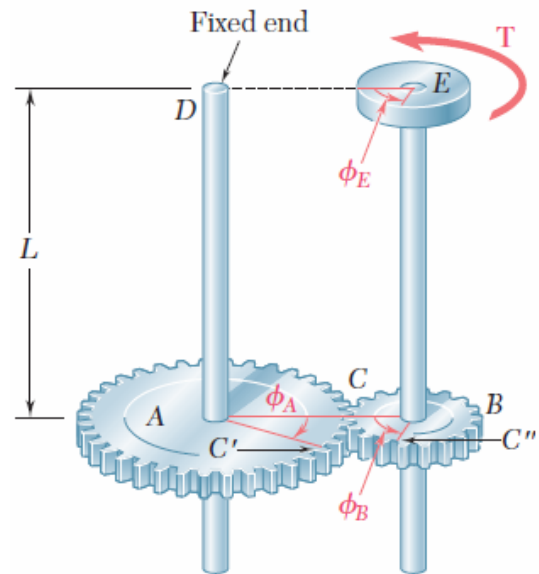

Figura 3.8
3.1.11 A secção D da Figura 3.8 está encastrada, determine o angulo de rotação da secção E. Dados: $T = 50 \text{ Nm}$, $D_A = 300 \text{ mm}$, $D_B = 200 \text{ mm}$, $d = 40 \text{ mm}$, $L = 1 \text{ m}$ e $G = 80 \text{ GPa}$.